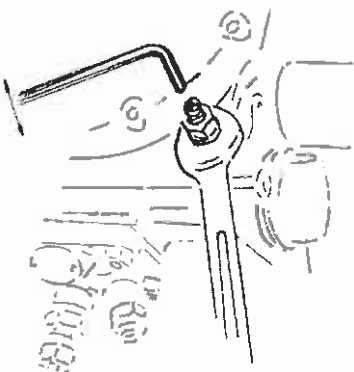

Fig. D 8
- Libérer l'écrrou a (fig. D 8).
- Slacken off nut a (fig. D 8).